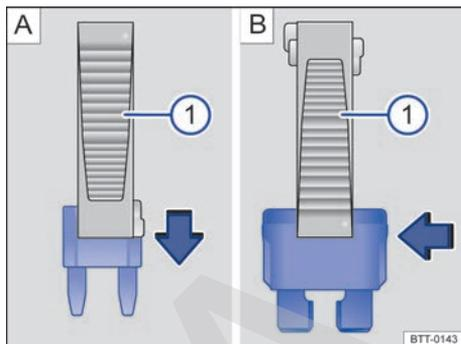

Fig. 190 Retirar o colocar un fusible con las pinzas de plástico (1).
- Dado el caso, retire las pinzas de plástico → fig. 190 (1) situadas en la cubierta de la caja de fusibles.
- En el caso de los *fusibles pequeños*, agárrelos con las pinzas (1) desde arriba **A**.
- En el caso de los *fusibles más grandes*, desplace las pinzas (1) lateralmente sobre el fusible **B**.
- Si el fusible se ha fundido, sustitúyalo por uno nuevo del *mismo* amperaje (de igual color y grabado) y del *mismo* tamaño → (1).